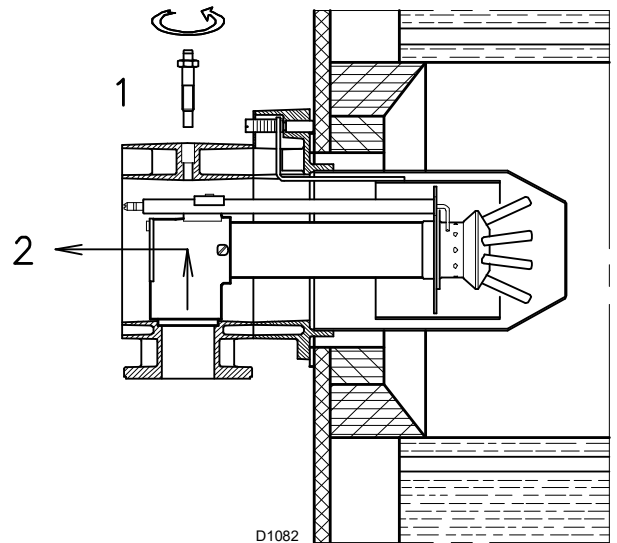

Fig. 10
- fjern skruen 1)(Fig. 10)
- træk den indre del 2)(Fig. 10) af hovedet ud, og udfør kalibrering.